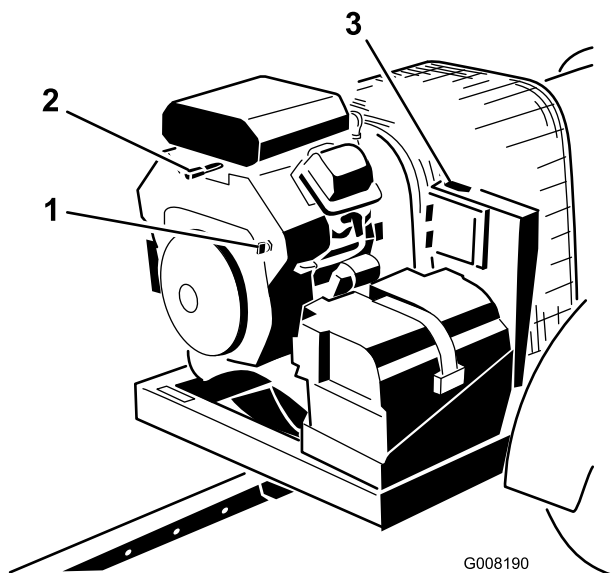

図 13
3. キーを Start 位置に回してすぐに手を離して ON 位置に戻す。以上の操作により、レシーバが覚醒する (図 13)。
4. 機械から離れる場合には、キーを OFF 位置に回してエンジンから抜き取る (図 13)。